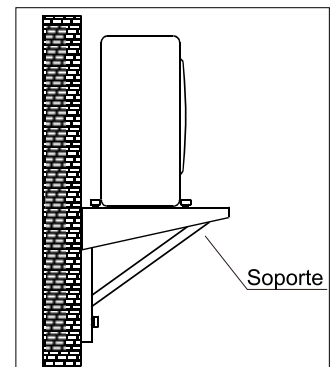

Fig.3 Instalación Unidad
4. Instalación Unidad. (Fig.3)